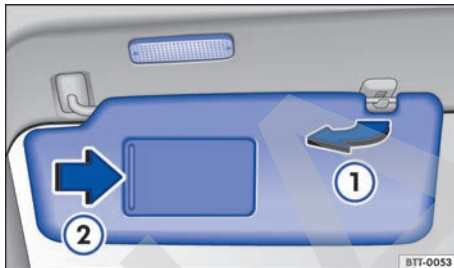

Fig. 87 Parasol.
- Extraer del soporte y girar en dirección a las puertas → fig. 87 ①.
En la parte posterior del parasol se encuentra un espejo de cortesía provisto de una tapa. Al abrir la cubierta → fig. 87 ② se enciende una luz.